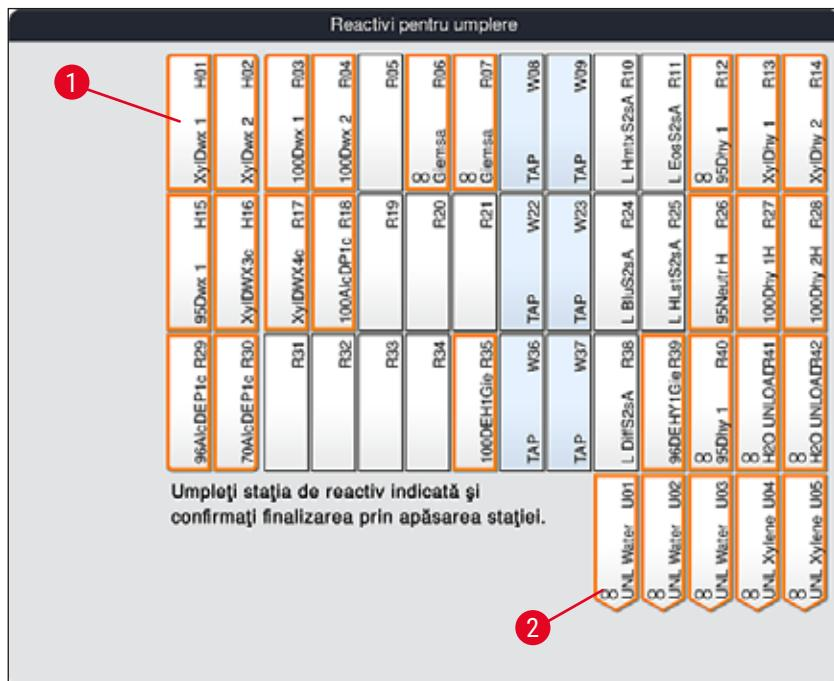

Fig. 56
- În noua fereastră **Reactivi pentru umplere** (→ "Fig. 56"), stațiile care trebuie umplute sunt marcate în portocaliu (→ "Fig. 56-1").
Numai reactivi definiți de utilizator și adăugați ai programelor de colorare Leica sunt afișați cu un marcaj portocaliu (→ "Fig. 56"). Reactivii din setul de reactivi Leica sunt alimentați ulterior (→ P. 84 – **Umplerea reactivilor kitului de reactivi Leica**).